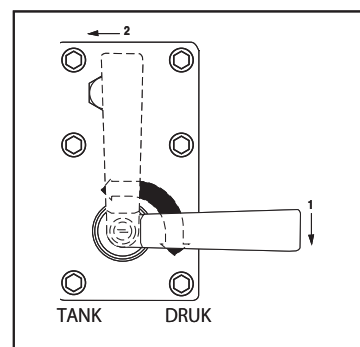

Figuur 6
- c. Neem voor een maximum prestatie gas terug tot tegen de aanslagpositie. De gashendel kan onder de aanslag bewogen worden voor een vrijloop. (zie figuur 6).